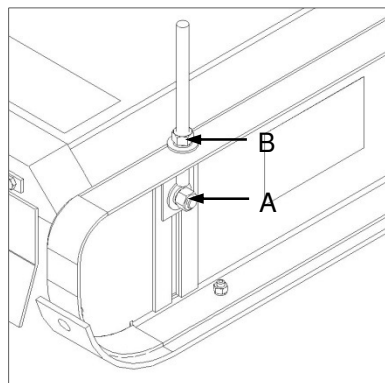

Fig. 4
- ✔ To set working height on an F50 model implement, loosen the side panel retaining nuts (Fig. 4-A) and adjust the position of the nut (Fig. 4-B) as required. Ensure that the implement is level by measurement of the adjuster thread length protruding at each adjustment point.
- ✔ Om die werkshoogte van 'n F50 model implement te verstel, laat skiet die sypaneel klemmoere (Fig. 4-A) en verstel die posisie van die moer (Fig. 4-B) soos verlang. Maak seker dat die implement gelyk is deur die lengte van die draad te meet wat uitsteek op elke verstelpunt.